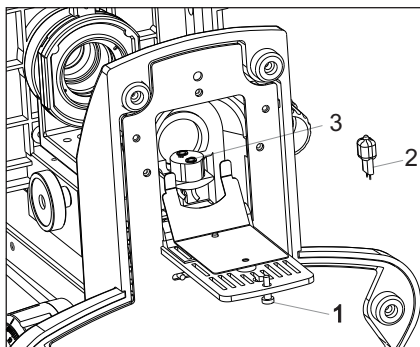

Fig. 15
1. Tire del botón de bloqueo (1) ubicado en la parte inferior para abrir la puerta del compartimiento donde está la bombilla (fig 15).
2. Sostenga la bombilla halógena (2) sin llegar a sacarla de su cubierta de polietileno a fin de no llenarlo de huellas dactilares y colóquelo sobre los orificios conectores del enchufe
- (3). Con el botón de bloqueo hacia afuera, cierre la puerta del compartimiento de la bombilla, luego presione el botón de bloqueo para fijar de nuevo la tapa. Siempre utilice la bombilla indicada. Emplear una bombilla